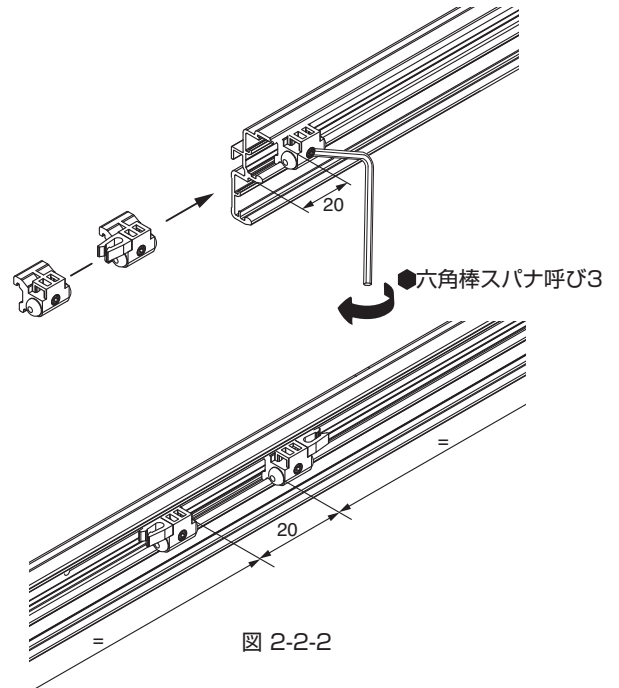

図 2-2-2
[2]下用のレール(②または②)に、ストッパー⑨とストッパー組立を図 2-2-2 のように組み込んでください。位置は、左右対称です。